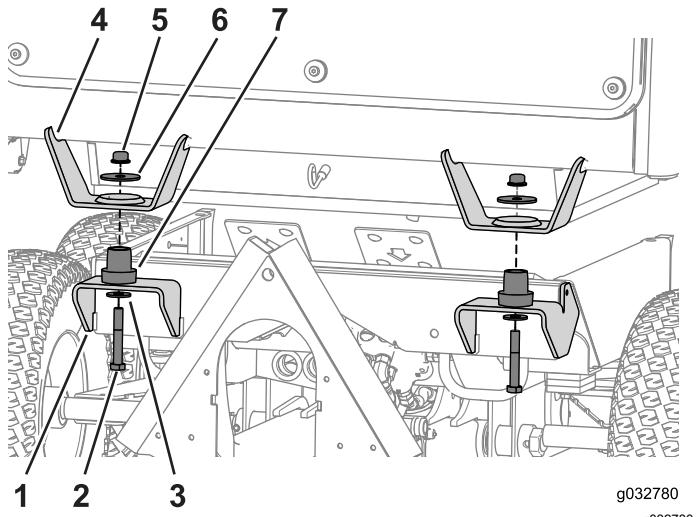

Figure 65
- Abaissez la cabine sur la machine en alignant les 2 trous de boulon sur les supports avant (Figure 65).
- Insérez un support élastique dans chaque emplacement de montage (Figure 65).
- Fixez la cabine sur la machine à l'aide du boulon (1/2 x 3 1/4 po), de la grande rondelle et de l'écrou à embase (Figure 65).